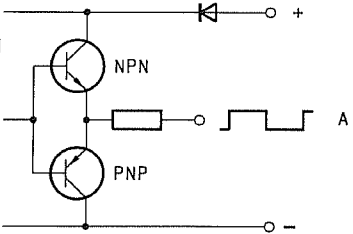

Bild 3.11 Principiell inkoppling av HTL-utgångar
(1) Endast vinkelgivare Typ HTL (24V-försörjning) kan användas. Utvärdering av vinkelgivare sker endast med reglersätt FOR. Se bild 3.11 angående vinkelgivare.
(1) Endast vinkelgivare Typ HTL (24V-försörjning) kan användas. Utvärdering av vinkelgivare sker endast med regelsätt FOR. Se bild 3.11 angående vinkelgivare.